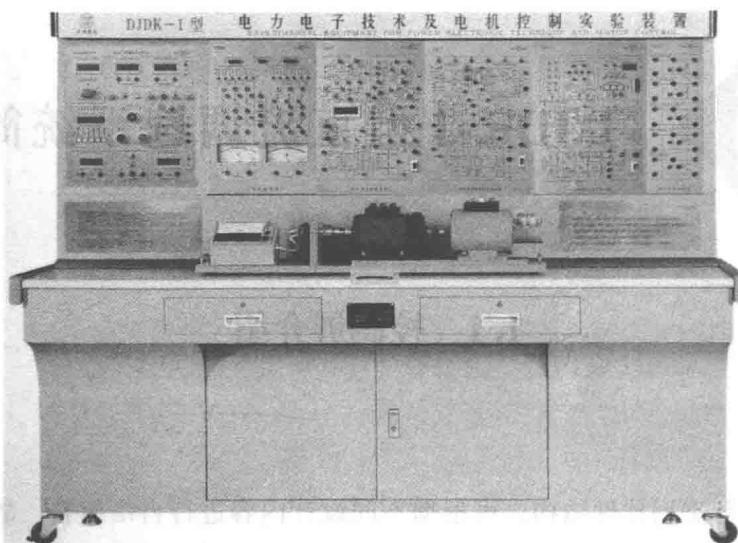

图 1-1 DJDK-1 电力电子技术及电机控制实验装置外形图
(1) 输入电压：三相四线制，(380±10%)V，50Hz。
(2) 工作环境：环境温度范围为-5~40℃，相对湿度<75%，海拔<1000m。
(3) 装置容量：<1.5kV·A。
(4) 电机输出功率：<200W。
(5) 外形尺寸：长×宽×高=1870mm×730mm×1600mm，见图1-1。